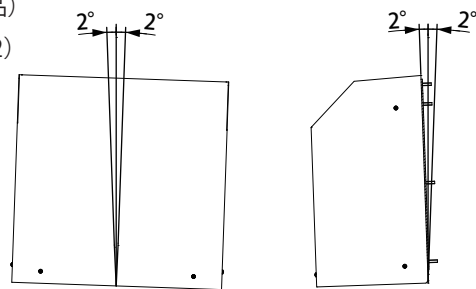

図 2
- ・前後左右とも傾きがないよう(±2° 以下)に、水準器などで確認してください。(図2)